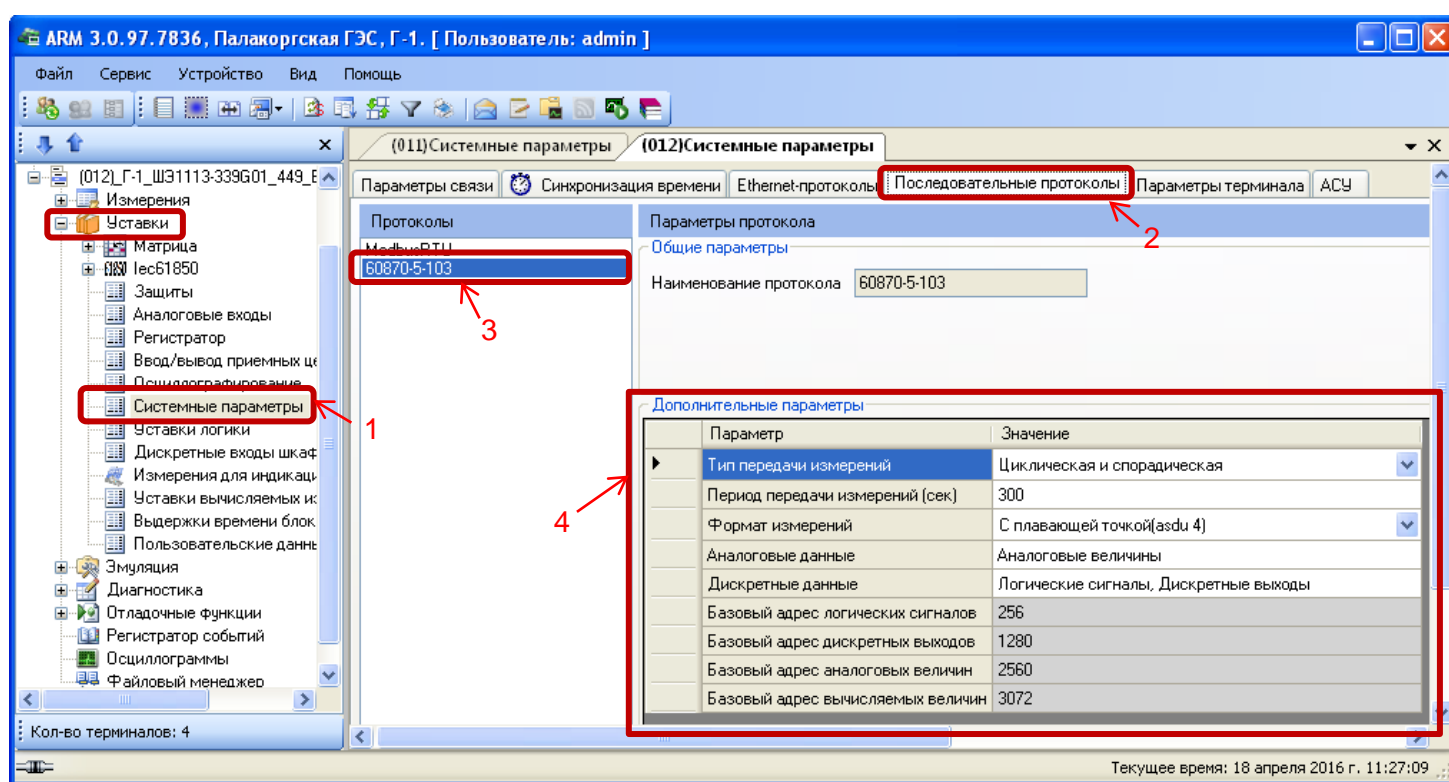

Рисунок 1 – Настройка протокола передачи данных МЭК 60870-5-103
2.1.1 В «дереве» проекта ПО **АРМ-релейщика** выбрать раздел **Уставки** → **Системные параметры** и открыть окно, дважды щёлкнув мышкой на соответствующем пункте в «дереве» проекта (см. рисунок 1, обозначение 1).
2.1.2 Выбрать вкладку **Последовательные протоколы** (см. рисунок 1, обозначение 2).
2.1.3 Выбрать протокол **60870-5-103** (см. рисунок 1, обозначение 3).